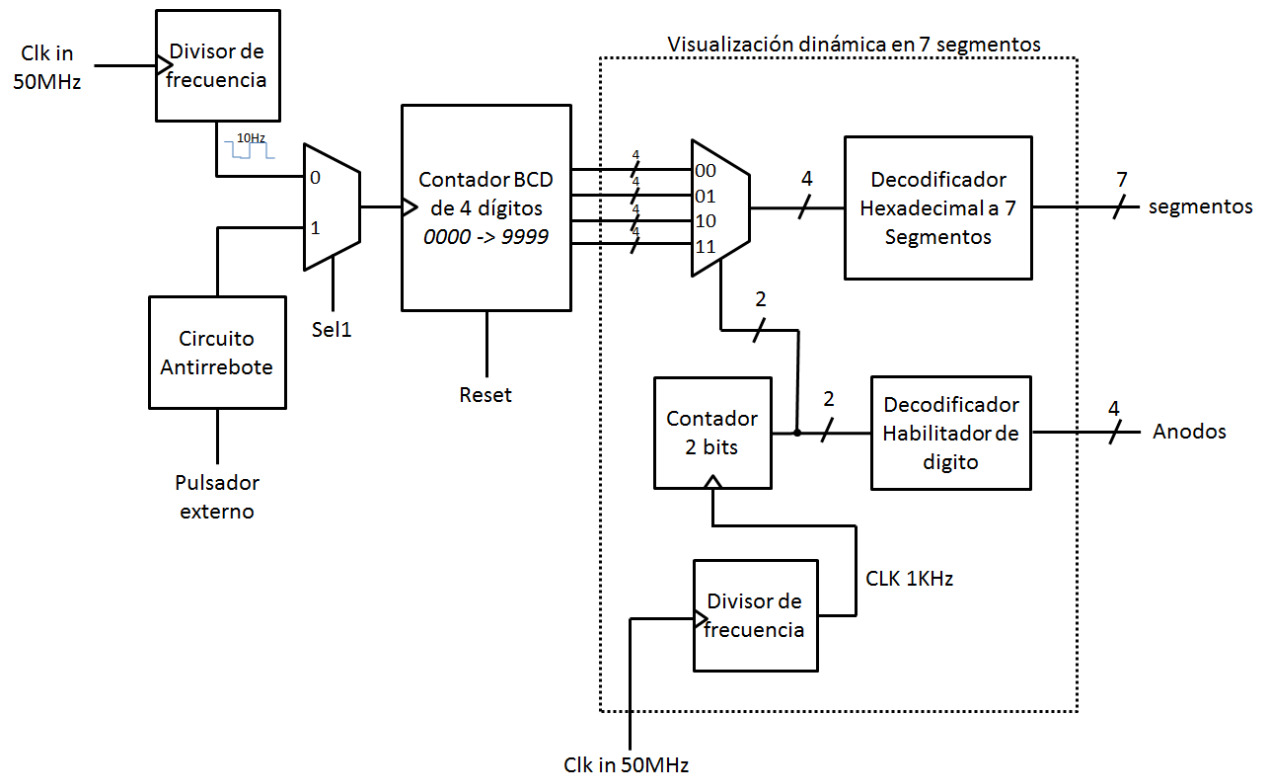

Figura 5: Esquema completo tercera semana
La Figura 5 se muestra un esquema general de conexiones de los bloques que conforman el circuito final de la práctica 3. Este utiliza los bloques diseñados en las anteriores dos semanas y crea un sistema completo de visualización dinámica en el display de 7 segmentos.
- Implemente un circuito que permita visualizar cuatro números decimales en un *display* de 7 segmentos simultáneamente. La figura 5 muestra una construcción típica de este circuito encerrada en línea punteada llamada **Visualización dinámica en 7 segmentos**. Analice este circuito, descríballo de manera estructurada y simúlelo.
- Diseñe los componentes necesarios e implemente el circuito de la figura 5.